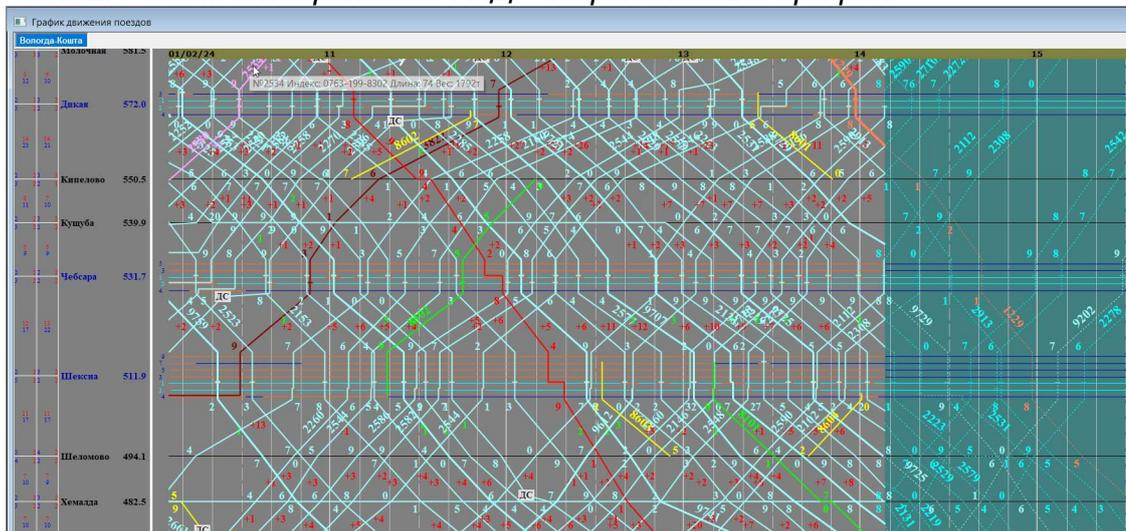

Рис.43. Режим отображения ГИД – График движения поездов
- а) только исполненный график движения поездов (см. рис. 43)